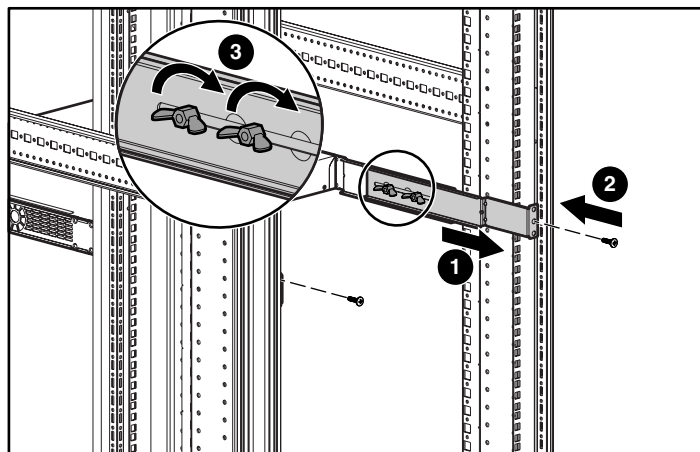

Figure 12 : Fixation de l'arrière des rails
8. Ajustez ❶ et fixez l'arrière des rails à l'aide des vis du rack ❷ (reportez-vous à la Figure 12).
9. Fixez ❸ les éléments de rails en serrant les écrous papillon.